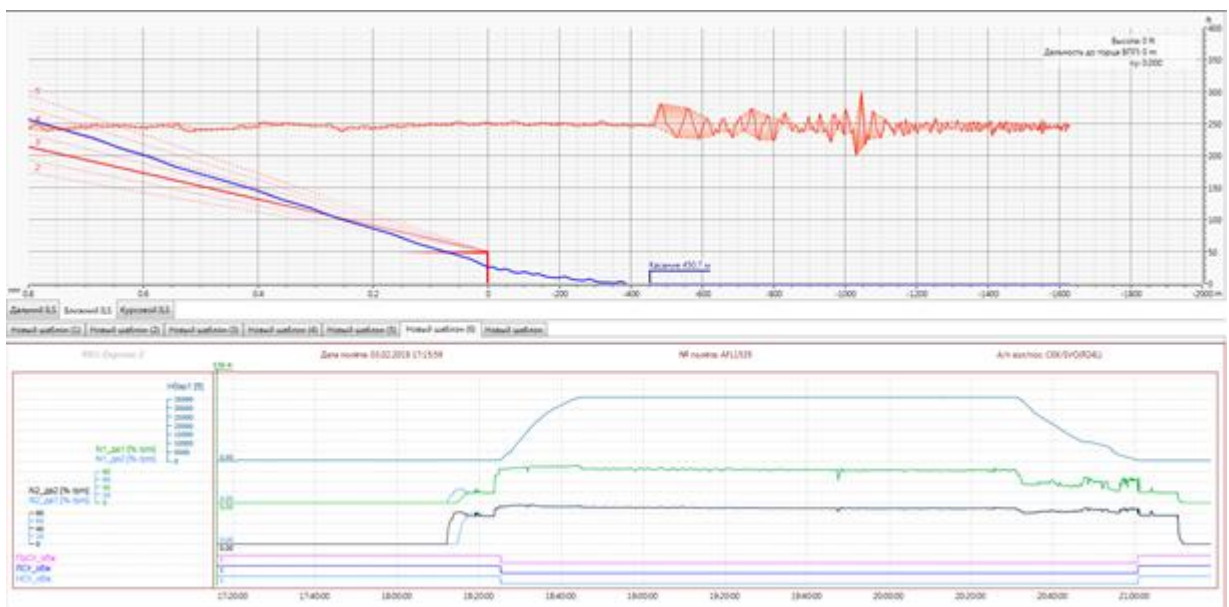

Рисунок 6.45 – Индикация захода на посадку. Ближний ILS
- Ближний ILS – показывает траекторию захода на посадку с высоты 200 ft и 800 метров от торца (Рисунок 6.45);